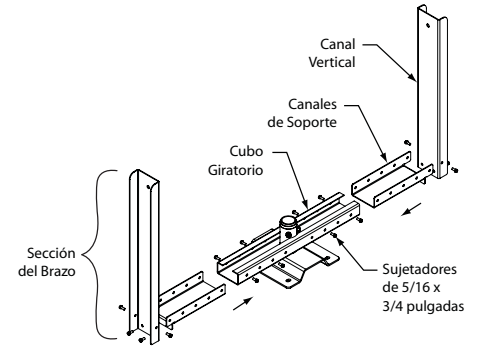

Figura 8 — Conjunto de Soporte de Montaje en Cielo
1. Consulte la Figura 8. Monte (1) Canal Vertical en (1) Canal de Soporte usando
(4) sujetadores de 5/16 x 3/4 pulgadas para formar (1) Sección del Brazo. Repita para formar la segunda Sección del Brazo.